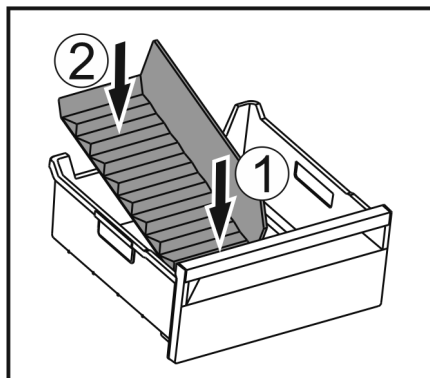

Fig. 103
- Поставете предната част на разделителя на отделението за лед. Fig. 103 (1)
- Спуснете задната част на разделителя на отделението за лед до дъното на чекмеджето. Fig. 103 (2)